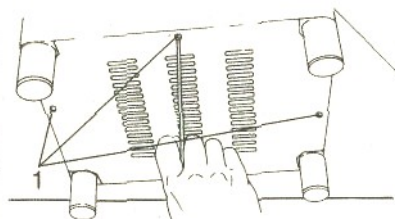

Рис.11
- открутить 4 болта (1) (рис.11);